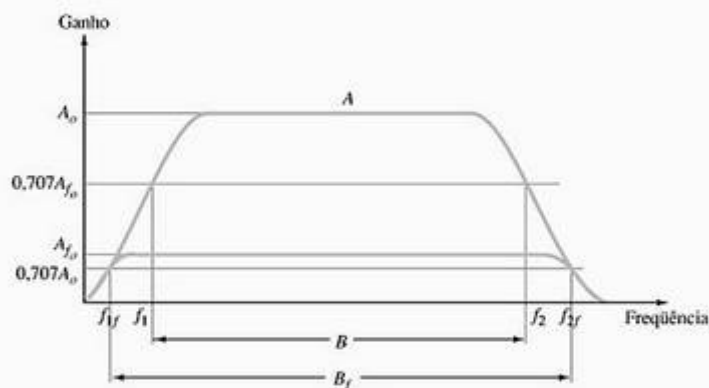

Figura 17.6 Efeito da realimentação negativa no ganho e na banda passante.
A Figura 17.6 mostra que o amplificador com realimentação negativa apresenta uma largura de banda maior (B_f) do que o amplificador sem realimentação (B). O amplificador com realimentação tem uma frequência de corte superior, no ponto de 3 dB, mais alta e uma frequência de corte inferior, no ponto de 3 dB, mais baixa.